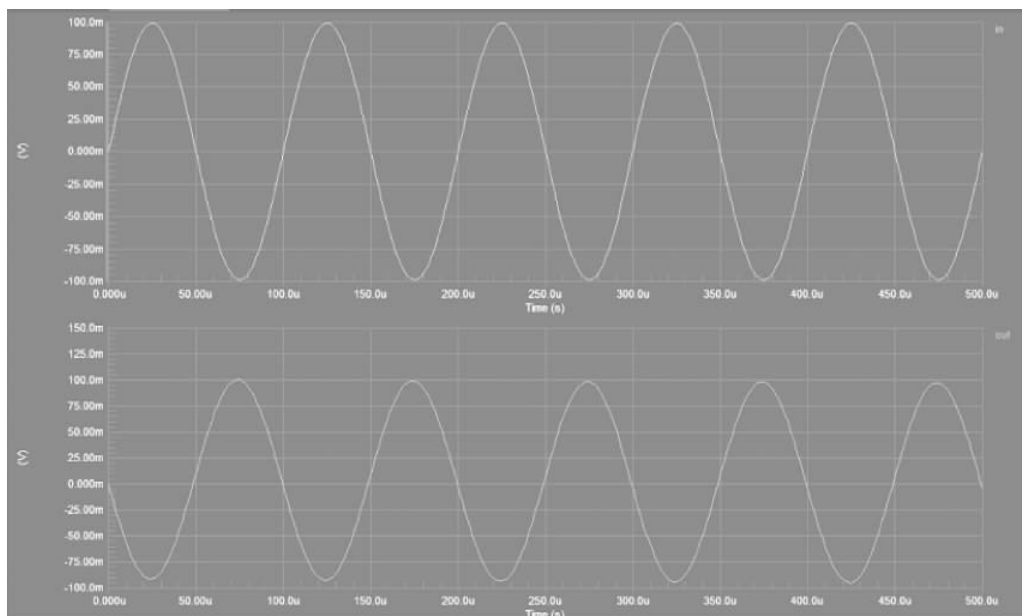

图 3-58 瞬态分析结果
(4) 单击 Transient Analysis 标签,打开时序分析结果。如果没有出现波形,则按照前面的方法手工将 IN 和 OUT 信号波形添加到该界面中。图 3-58 给出了瞬态分析结果。